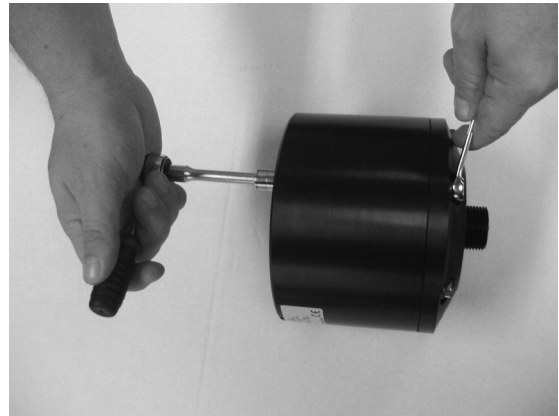

Abbildung 2
Drehen Sie die Schrauben der Haltestifte (7) los und nehmen Sie die Stifte aus dem Dämpferkörper heraus (siehe Abbildung 2).